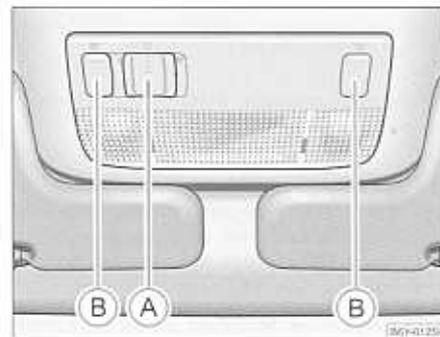

Fig. 34 Detalle del revestimiento interior del techo: luces del habitáculo delanteras
- Presione el conmutador (A) = fig. 34 hacia la derecha a la posición .